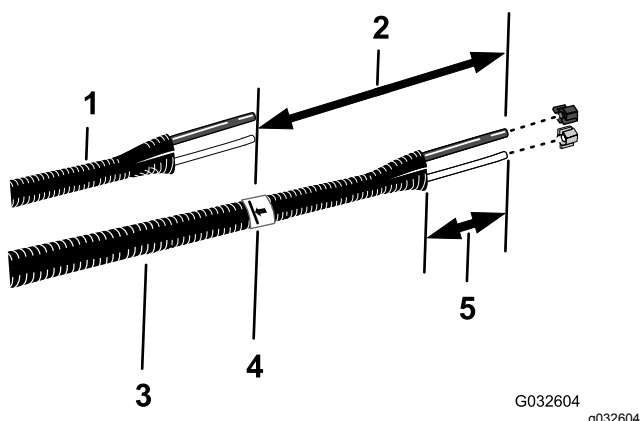

Figure 27
6. Alignez les anciens tubes de liquide et d'air (Figure 27) et les nouveaux (réf. Toro 114-9553).
8. Sur les nouveaux tubes, comptez 26 cm à partir du repère que vous avez effectué à l'opération 7, marquez les tubes et coupez-les au second emplacement (plus long) (Figure 27).
10. Retirez 77 à 102 mm de la gaine à chaque extrémité des tubes (Figure 27).